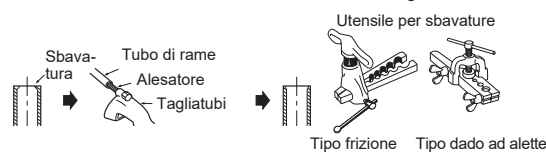

Fig. 3
- Utilizzare nastro adesivo o altro materiale per sigillare il collegamento tra il tubo di scarico del prodotto e la prolunga del tubo di scarico (diametro interno 16 mm) (J).
- Nel collegare il tubo di scarico al tubo rigido in cloruro di vinile, avere cura di inserirlo saldamente all'interno di quest'ultimo. (Fig. 3)
- 2) Rimuovere completamente tutte le sbavature dalla sezione di taglio del tubo. (Fig. 3)